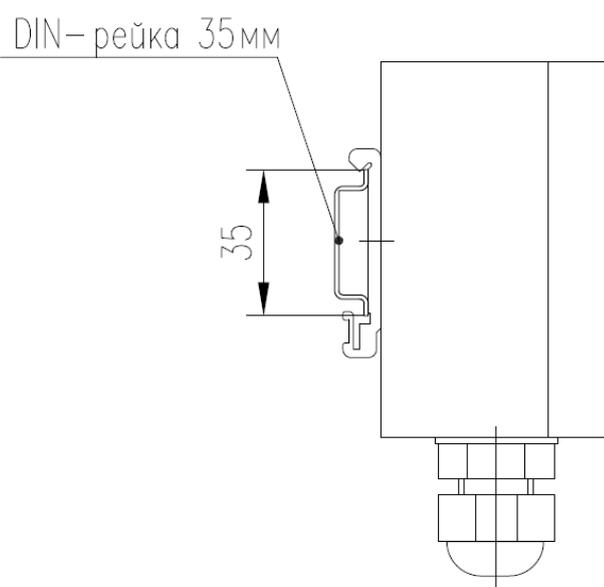

Рис. 9. Монтаж блока питания на DIN-рейку.
2.2.7.2 На рис. 9 показан монтаж БП на DIN-рейку.